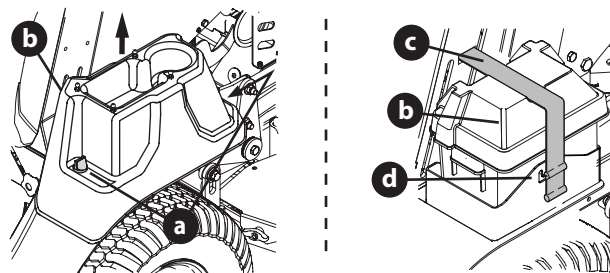

Fig. 4
- Tondeuses avec plateaux de coupe de 48, 54 ou 60 pouces - Retirez les deux vis à oreilles (a) qui fixent le couvercle de la batterie (b) à l'aile droite. Soulevez le couvercle de la batterie pour le retirer (Fig. 4).
- Tondeuses avec plateau de coupe de 36 pouces - Détachez la sangle en caoutchouc (c) qui fixe le couvercle de la batterie (b) au bac support de la batterie (d). Soulevez le couvercle de la batterie pour le retirer (Fig. 4).